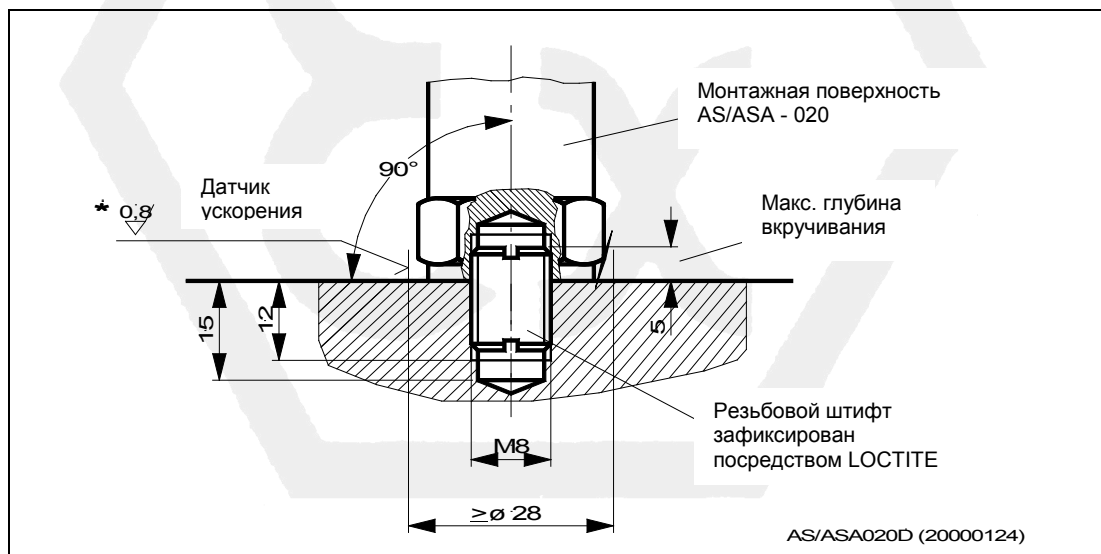

Рис. 4 Монтаж ASA - 020
- ◆ Вкрутить в монтажную поверхность резьбовой штифт согласно Рис. 4 и 5 и зафиксировать посредством, напр., LOCTITE 243 средней прочности, LOCTITE 270 высокой прочности